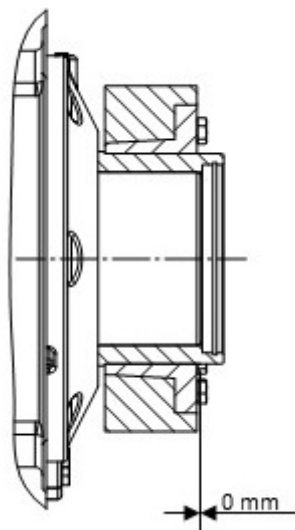

Bild 15: Monterat spännelement
7. När spännskruvarna är åtdragna måste ovansidorna på skruvarnas innerring och på ytterrigen ligga ovanför varandra. På så sätt kan du kontrollera hur spänt spännelementet är (Bild 15).